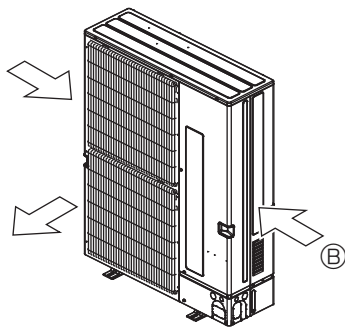

Fig. 2-17
- ② По возможности разместите прибор так, чтобы воздух из выходного отверстия выдувался в направлении, перпендикулярном к сезонному направлению ветра. (Fig. 2-17)